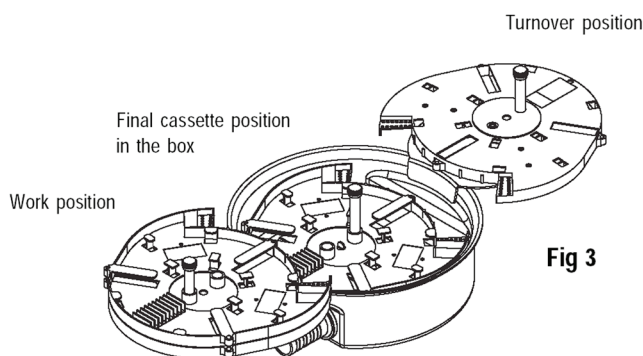

Fig 3
- 3.2 Placera alla kassetter, utom den understa, på kassetthållaren i blädderläge. (Upp och ned). Tag ut den understa kassetten och demontera locket med hjälp av fiberfixeringsverktyget, samt placera kassetten i arbetsläge på den andra kassetthållaren (fig.3).
3.2 Place all cassettes, but the last one, in turnover position on the cassette holder. Take out the last cassette and use the Multicassette tool to dismount the cover. Place the cassette in working position on the other cassette holder (fig.3).